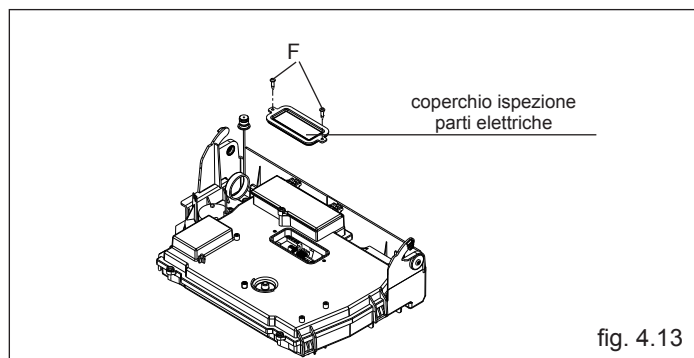

fig. 4.13
- rimuovere il coperchio ispezione parti svitando le 2 viti (F) per accedere ai jumper (fig. 4.13)